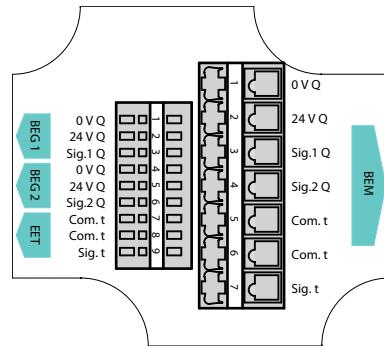

Abb. 5 Anschlusssschaltbild Anschlussdose
2. Verkabelung der Impulsgeber und des Temperatursensors durch die Kabelverschraubungen **10** in der Anschlussdose vornehmen. Dabei Anschlusschaltbild beachten, siehe Abb. 5, Seite 35.